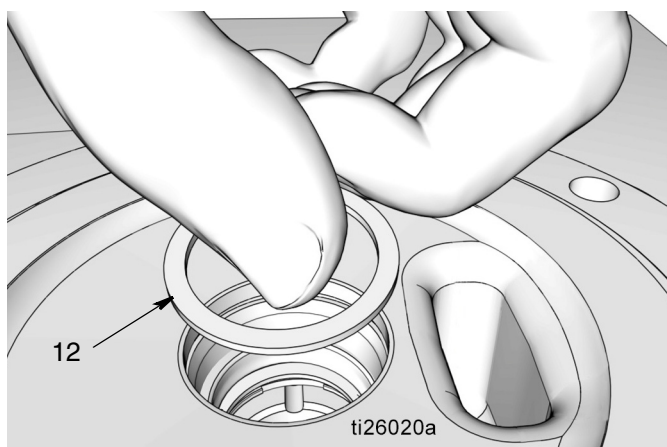

FIG. 34
- e. Installare il distanziale (12) (FIG. 34).